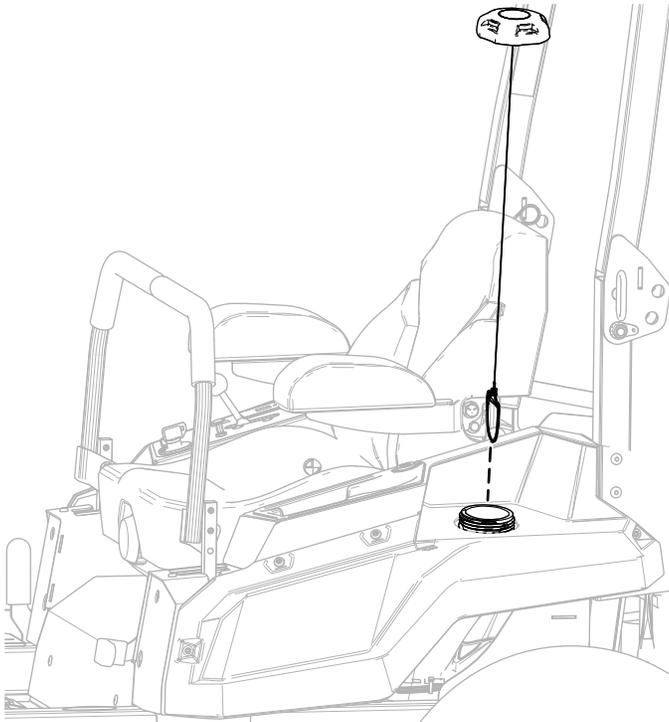

Bild 3
1. Entfernen Sie den Tankdeckel von der linken Seitenverkleidung (Bild 3).
3. Befestigen Sie den Tankdeckel (Bild 3).